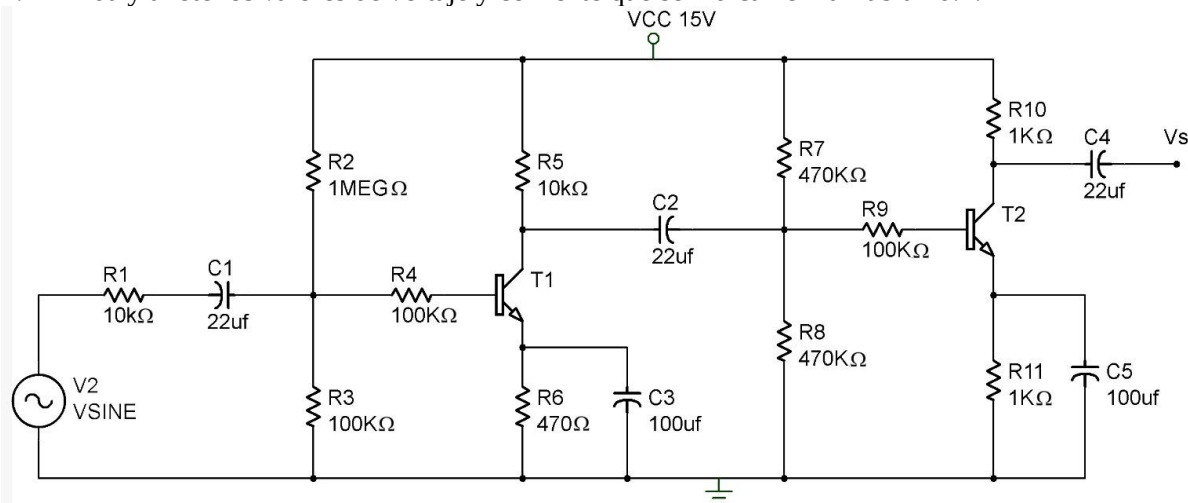

Figura 10.2
2. Desarrollar el análisis teórico de la Figura 10.2, mismo que deberá ser entregado al profesor del laboratorio al inicio de éste.
3. Realizar la simulación del circuito de la Figura 10.2.
- Arme el circuito de la figura 10.2 y no conecte aún los capacitores C3 y C5. No encienda aún V_i